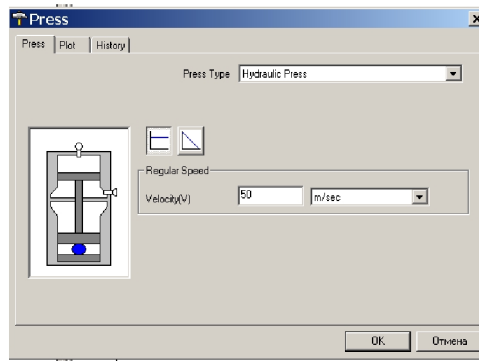

Рис. 2.4. Параметры гидравлического пресса
**ГИДРАВЛИЧЕСКИЙ ПРЕСС.** На рис. 2.4 показано окно, позволяющее определить параметры гидравлического пресса.